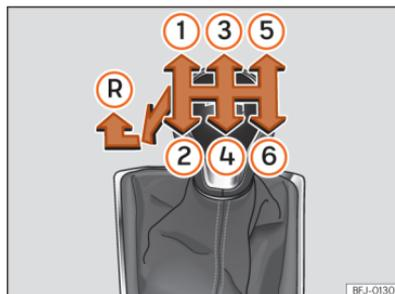

Fig. 123 Esquema de uma caixa de velocidades manual de 6 velocidades.
Na alavanca das velocidades indicam-se as posições das velocidades »» **Fig. 123.**
- Com a alavanca das mudanças em ponto morto, pressione-a para baixo, mova-a para a esquerda até ao fim e depois para a frente para selecionar a marcha-atrás »» **Fig. 123**